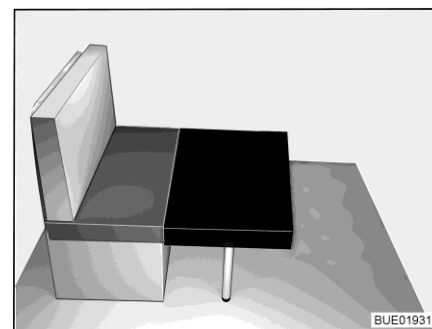

Fig. 69 Trasformazione (1)
- Posizionare il cuscino aggiuntivo piccolo davanti al cuscino del divano dei sedili sul tavolo (vedere Fig. 69).